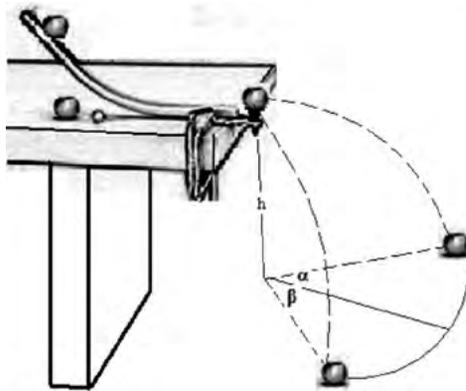

Figura 15.1
1. Realice el montaje como lo ilustra la figura 15.1.